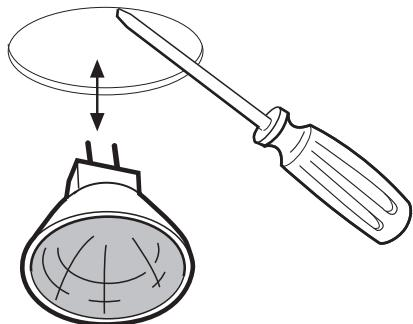
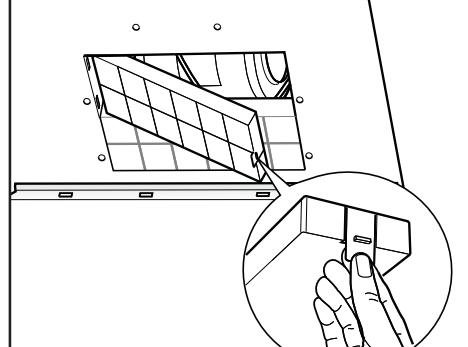

Fig.18
Fig.19
• **Version filtrante:** Nous disposons de deux types de Kit, un avec filtres cassette à charbon (**Fig. 18**) et l'autre avec filtres à charbon régénérables (lavables). (**Fig. 19**)
- Relier le tuyau flexible au déflecteur **M** et fixer la vis **I** comme c'est indiqué dans la (**Fig.8**), les filtres à charbon actif doivent être appliqués au groupe aspirant placé à l'intérieur de la hotte (**Fig.18**).